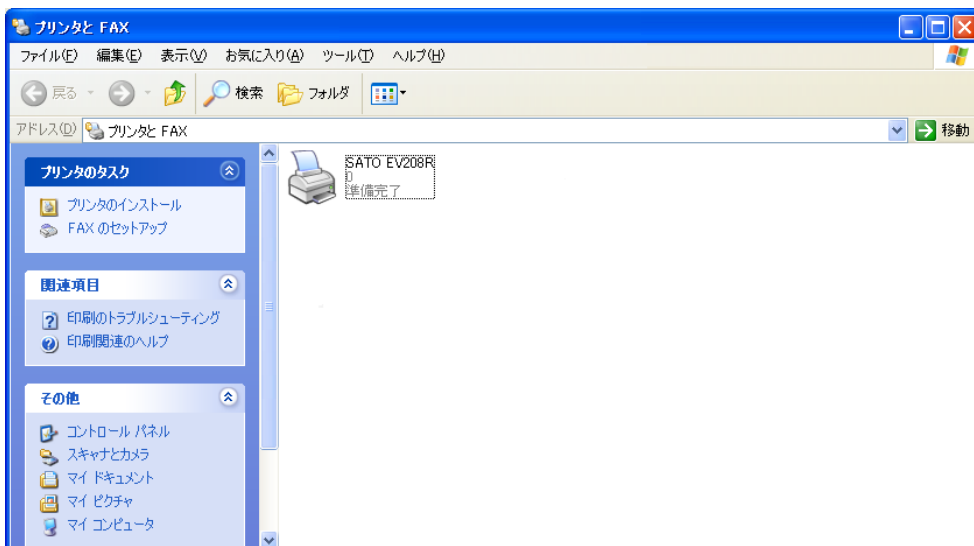

図 1.1.3. 「プリンタフォルダ」画面
Windows XP/ Server2003/Server2008 で「印刷設定 (I)」を設定するためには、図 1.1.3 に示すように「プリンタ」フォルダの中にある、SATO EV208R プリンタを選択し、「プリンタ (P)」⇒「プロパティ (R)」⇒「全般」タブの「印刷設定 (I)」メニューを選択するか、右クリックして「印刷設定 (I)」メニューを選択します。